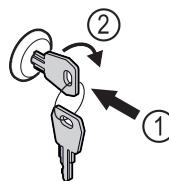

Fig. 104
- ▶ Sleutel erin duwen Fig. 104 (1).
- ▶ Sleutel 90° rechtsom draaien Fig. 104 (2).